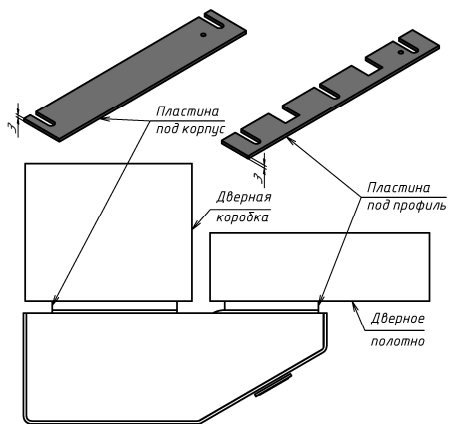

Рисунок 2 – Установка выравнивающих пластин под корпус и якорь
- пластина под профиль (рисунок 2) -1 шт.
- пластина под корпус (рисунок 2) -1 шт.
- саморез 5,5x32 (1) -5 шт.
- винт М6х16 (2) -1 шт.
- винт М3х4 (3) -4 шт.
- гайка М4 (4) -4 шт.
- шайба 4 65Г (5) -4 шт.
- шайба 6 (6) -3 шт.
- шайба 4 (7) -4 шт.
5.4 Закрепить корпус замка на коробке двери саморезами (1). Закрепить Z-профиль на створке двери саморезами (1). Закрепить на Z-профиле якорь с пружиной винтом (2). Для совмещения рабочих поверхностей корпуса и якоря могут быть использованы выравнивающие пластины (рисунок 2). После регулировки правильного положения замка затянуть крепежные саморезы.